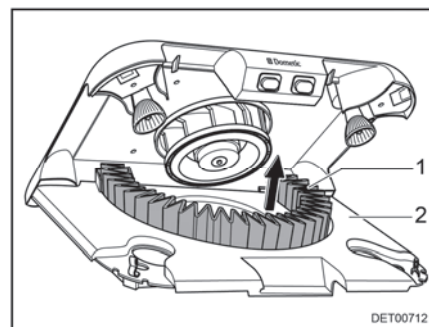

Fig. 161 Cambio del filtro de carbón activado
- Extraer el filtro de carbón activado (Fig. 161,1) hacia arriba del soporte.
- Girar el porta filtro (Fig. 161,2) hacia arriba hasta que engatille.